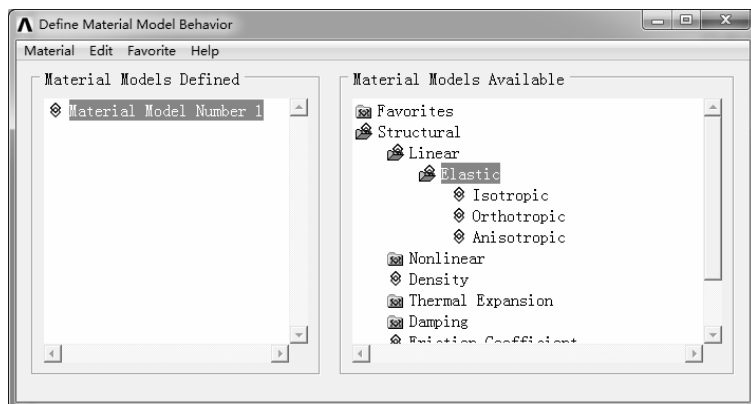
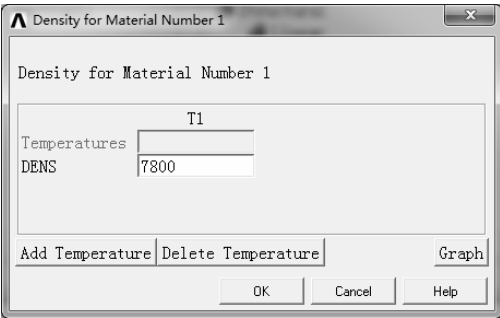

图 7-218 “Define Material Model Behavior”对话框
图 7-220 “Density for Material Number1” 对话框
1) 选择“Main Menu>Preprocessor>Materials Props>Material Models”命令,弹出“Define Material Model Behavior”对话框,如图 7-218 所示。
3) 在图 7-218 所示对话框的右侧列表中选择“Density”,弹出“Density for Material Number1”对话框,在“DENS”文本框中输入密度为 7800,如图 7-220 所示。单击“OK”按钮确认。